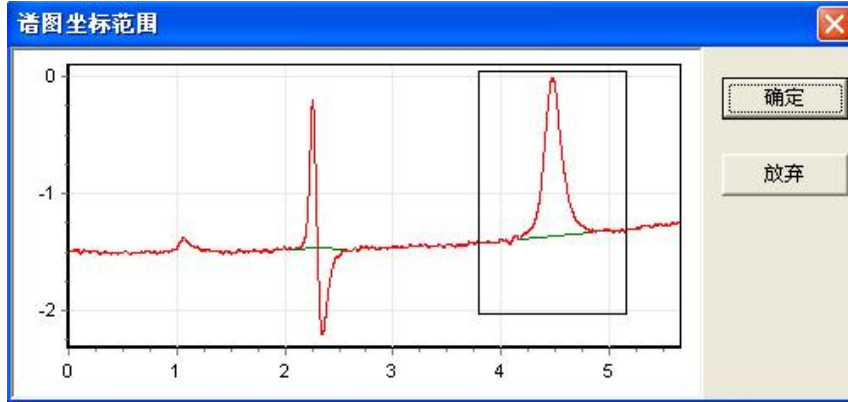

图 4-5
1.3 按下鼠标左键向右下角移动，可框定某一范围的谱图局部。如图 4-5 所示：